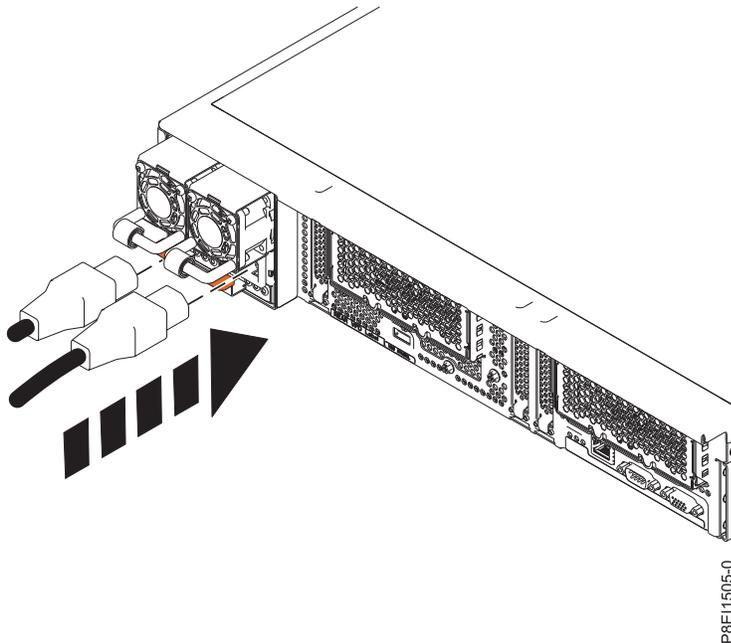

図 54. 電源装置への電源コードの接続
- a. 電源コードを電源装置に接続します。『59 ページの図 54』を参照してください。